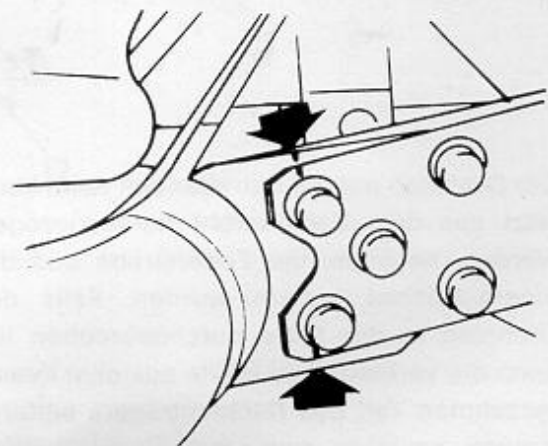

Bild 95
- Mit einem Körner oder Meißel die obere und untere Stellung der Federstrebe und des Diagonalarmes kennzeichnen, wie es aus Bild 95 ersichtlich ist und den Achslenker von der Federstrebe abschrauben. Lange und kurze Schrauben werden dazu verwendet.
- Die in Bild 95 gezeigten Markierungen der Federstrebe und des Diagonalarmes in eine Linie bringen und die Muttern und Schrauben mit einem Anzugsdrehmoment von 13,0 mkp anziehen.